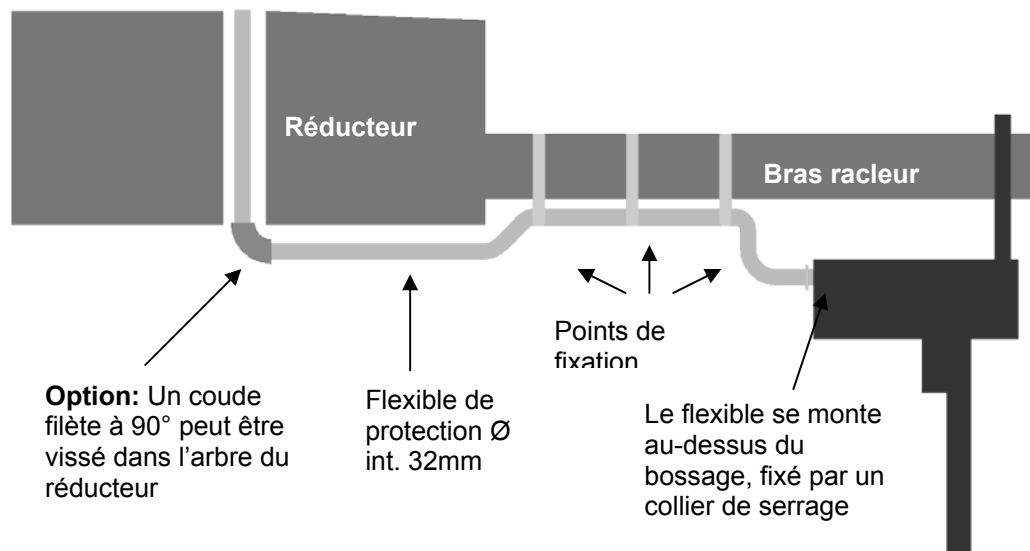

Figure 16 – Installation du câble avec le dégagement qui convient
- Bandes métalliques à souder ou à boulonner comme il convient pour obtenir des points de fixation pour le flexible en caoutchouc et le câble. Détails suggérés sur la figure 16.